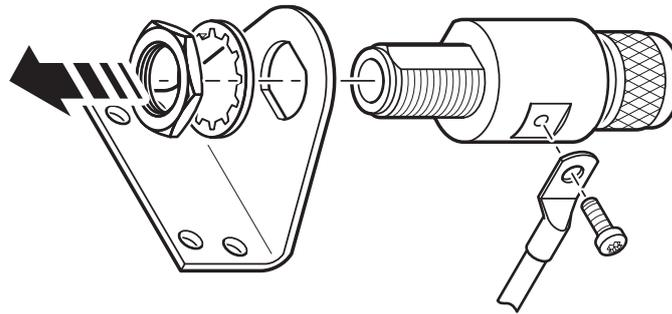

Abbildung 11.1: Montage des MBG-S-PRO-Überspannungsschutzes
2. Montieren Sie den MBG-S-PRO-Überspannungsschutz im Montagewinkel wie im Abb. 11.1 gezeigt. Der MBG-S-PRO hat keinen dedizierten Eingang/Ausgang und damit auch keine bevorzugte Einbaulage.